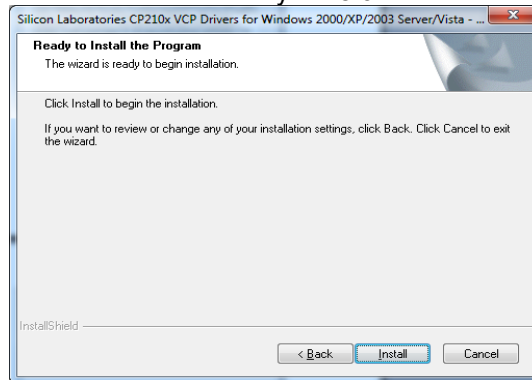

Рисунок 8.10
– на екрані з'явиться вікно (рисунок 8.10), клацнути по кнопці **Install**;